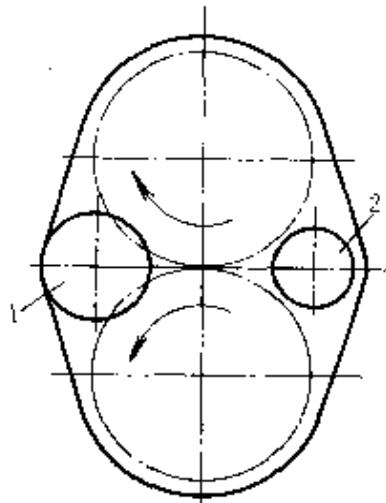

图 3-2 齿轮泵的吸、排油口
①一般情况下，若吸油口和排油口的口径一样时，吸排油口可以通用；若吸油口和排油口的口径不同时，则口径大者为吸油口，口径小者为排油口，二者不能通用，将排油口与系统相联结，吸油口与油箱联结。
②齿轮泵的转向视结构而定。国产 CB 系列齿轮泵的吸油口和排油口是不能互换的，因此泵的旋转方向有明确的规定，如图 3-2 所示，吸油口（大口）吸油，排油口（小口）压油，安装时不能搞错。
③齿轮泵的吸油高度过高时，不容易吸油或根本吸不上来油。比较合适的吸油高度一般不大于 0.5m。
④如果泵的吸油口和排油口的口径大小相同时，吸油口和排油口允许互换，齿轮可反转。
⑤泵的传动轴与电动机驱动轴的同轴度偏差应小于 0.1mm。一般采用挠性联轴节连接，不允许用 V 带直接带动泵轴转动。
⑥齿轮泵的吸油管不得漏气并应设置过滤器。